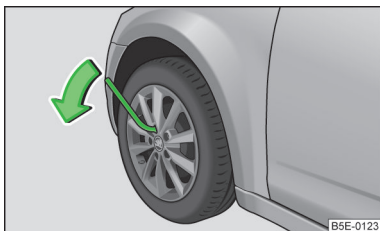

Fig. 190
- Prindeți cu mâna capătul cheii și rotiți șurubul aproximativ o rotație în sensul săgeții » fig. 190.
- Prindeți cheia de capăt și rotiți șurubul în sens opus săgeții » fig. 190, până când se strânge ferm.